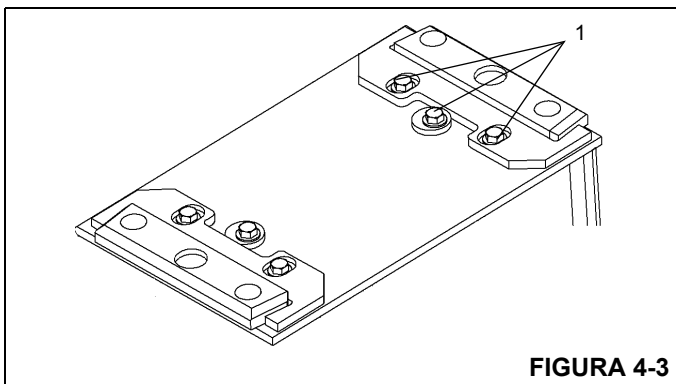

FIGURA 4-3
2. Quite los pernos, las arandelas y las arandelas descentradas (1) (Figura 4-3) que fijan cada almohadilla de desgaste superior trasera ajustable y saque las almohadillas de desgaste, las placas retenedoras y los pernos de la parte superior de la sección central interior. Observe la posición de las almohadillas de desgaste y de los suplementos para la instalación.